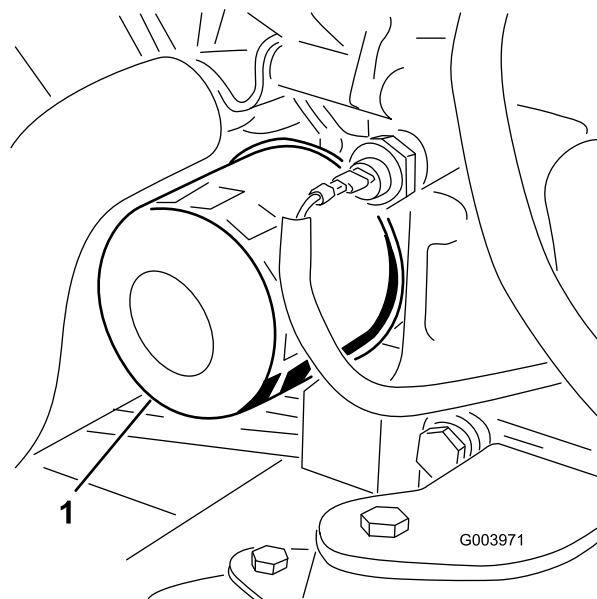

Figura 52
3. Retire o filtro do óleo (Figura 52).